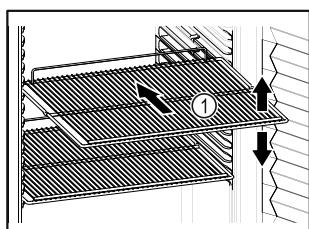

Fig. 88 Ilustratīvs attēlojums
- ❑ Ja novietošanas režīgi Fig. 88 (1) ir novirzāmi, pielāgojet tos pēc augstuma.